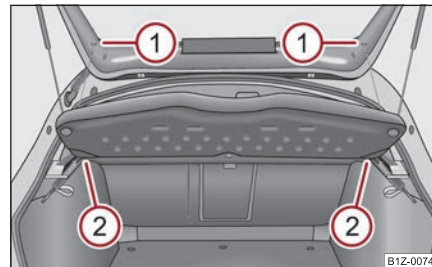

Fig. 96 Desmontaje de la cubierta del maletero
- Desenganchar las cintas de sujeción en la tapa de maletero ① ⇒ fig. 96.
- Extraiga la cubierta de la fijación ② horizontalmente hacia atrás. ►
- Para volver a efectuar el montaje, introducir primero la cubierta del maletero en la fijación ② y, a continuación, enganchar las cintas de sujeción ① en la tapa de maletero.